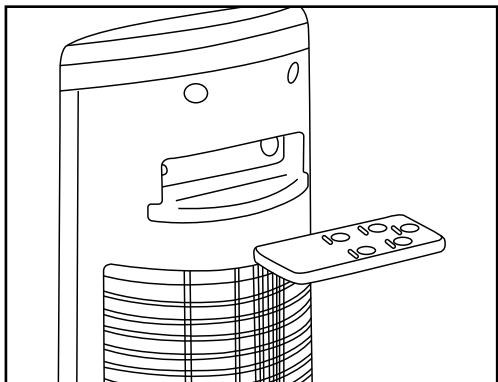

Fig. 6
- At the end of the use, switch the appliance off by pressing the ON/OFF button (I) on the remote control (A) or on the control panel (G), then unplug it.
- The remote control can be placed in the opening situated in the back of the appliance (Fig. 6).
- Lorsque vous avez fini d'utiliser l'appareil, éteignez-le en appuyant sur le bouton ON/OFF (I) du panneau de contrôle (A) ou de la télécommande (G), puis débranchez-le du secteur.
- La télécommande peut être rangée dans la fente située à l'arrière de l'appareil (Fig. 6).